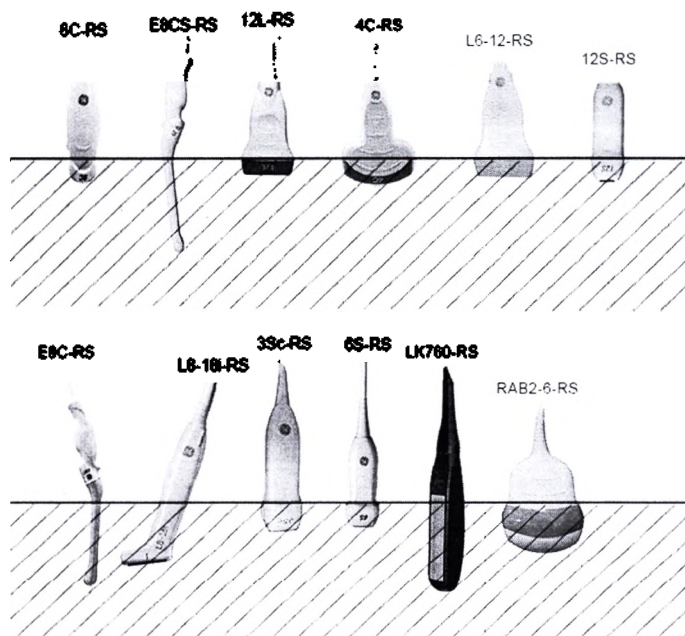

Рис. 11-11. Уровни погружения датчиков, 1 — уровень жидкости
3. Погрузите датчик в приготовленный чистящий раствор до необходимого уровня и убедитесь, что на поверхности не осталось пузырьков воздуха. Не погружайте датчик ниже уровня, указанного в руководстве пользователя и на Рис. 11-11 на стр. 11-22.
Не погружайте датчик в жидкость выше уровня, указанного для данного датчика (см. Рис. 11-11).